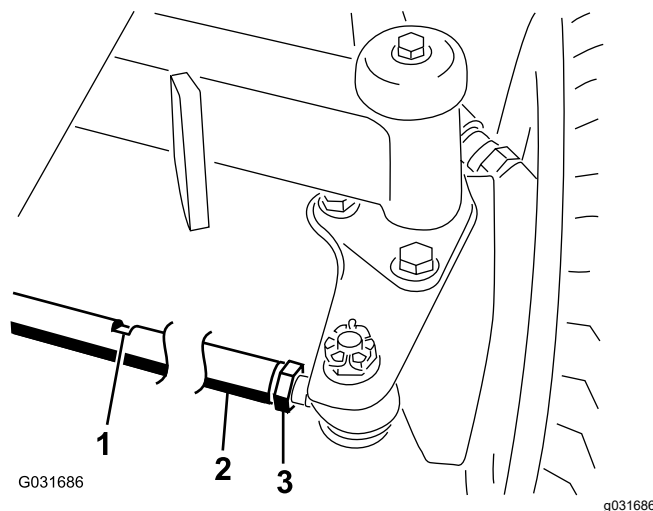

Figure 83
2. Desserrez l'écrou de blocage à chaque extrémité de la biellette (Figure 83).